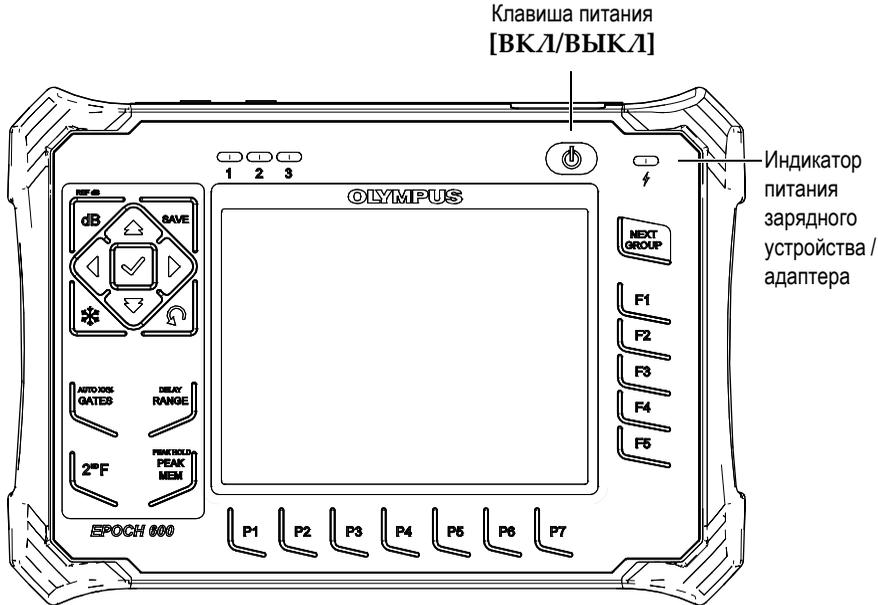

Рис. 4-1 Клавиша питания и индикатор питания ЕРОСН 600
На Рис. 4-1 на стр. 74 показано местоположение клавиши питания и индикатора питания зарядного устройства/адаптера переменного тока.
4. Включите EPOCH 600, нажав клавишу питания на передней панели (см Рис. 4-1 на стр. 74).
На передней панели загорится индикатор питания (см. Рис. 4-1 на стр. 74).